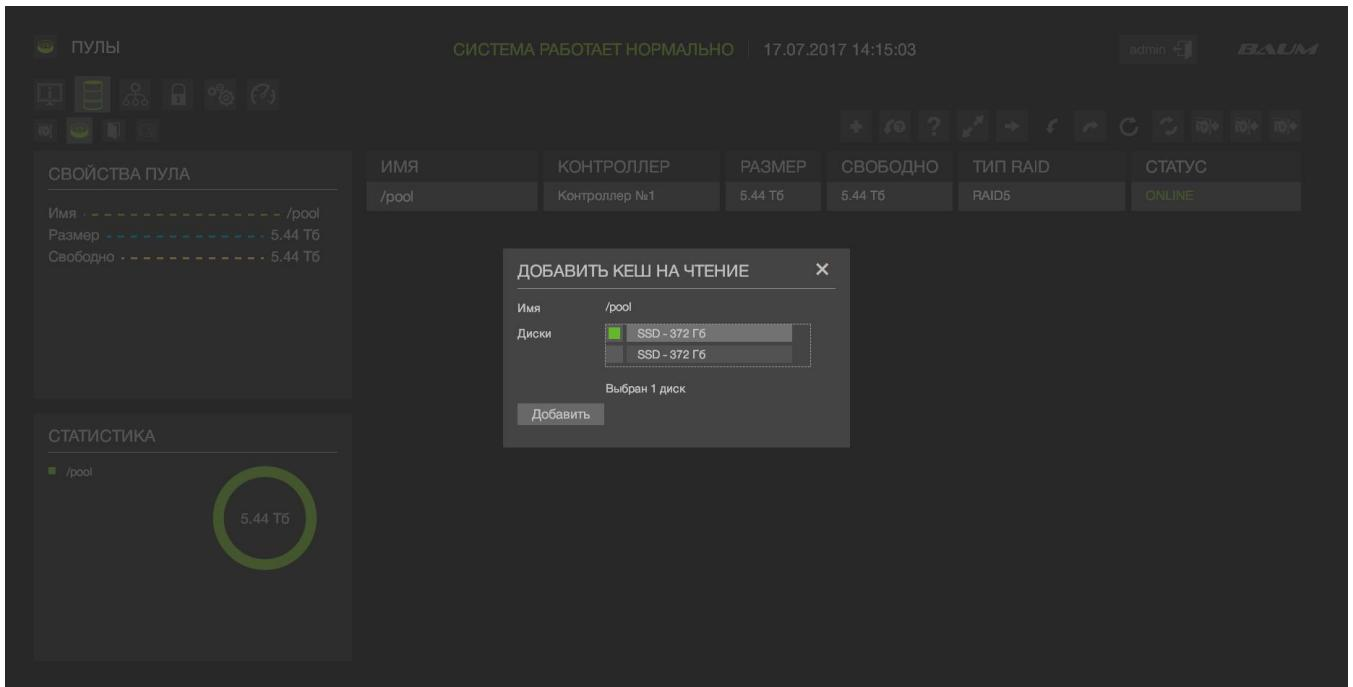

Рисунок 39 - Добавление в пул кэш на чтение
- 3) В нажать на кнопку слева «Добавить диски в кэш на чтение» (см. Рисунок 39).